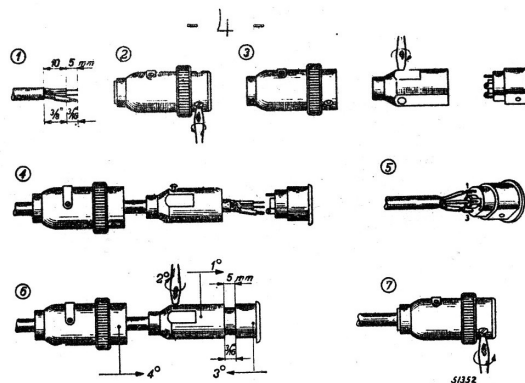

Fig. 3
I = microfoonaansluiting - De meegeleverde drie-polige contrasteker volgens fig. 3 aan het afgeschermd tweaderige snoer van de microfoon monteren. Daarna wordt de contrasteker met het indicatieplaatje naar boven op het stekcontact gedrukt en met de gekartelde ringmoer vergrendeld.
- 6.1e. Opschuiven van de bus van "Philite" tot de afstand tot rand van het contactenblokje (zie fig. 3) 5 mm (3/16") is.
Bodemplaat uit het huis nemen na verwijdering van de zijschroefjes en aan de wand bevestigen. Kabel, lang ten hoogste 10 m. aansluiten op dezelfde wijze als in fig. 3 is aangegeven en daarna het huis weer aanbrengen. Gebruikt men het stopcontact niet, dan wordt het dekseltje er op geschroefd ter vermijding van storingen.
- 🔊 = Luidsprekeraansluiting. - De beide aders van een luidsprekersnoer moeten op de wijze als voor de contrastekkers, in fig. 3 aangegeven, aan de contacten "1" en "2" van de meegeleverde drie-polige stekers worden vastgesoldeerd. (eventueel de afscherming aan contact 3).